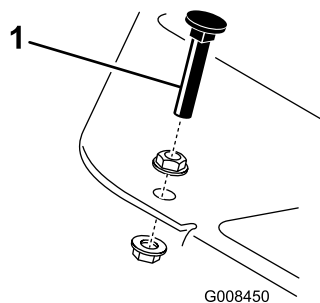

図 43
走行ペダルを踏み込んでみてください。ケーブルに張力が掛かる前にペダルがストップ（図 43）に当たる場合には調整が必要です。
1. ペダルストップをフロアプレートに固定しているフランジヘッドロックナットをゆるめる（図 43）。